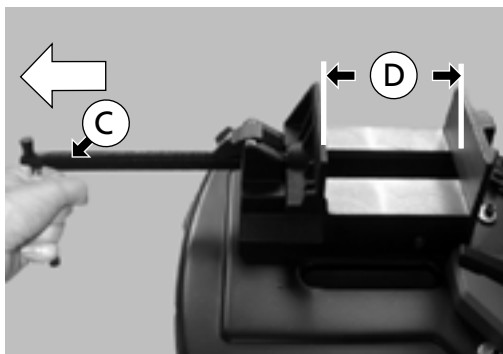

Fig. 16
2. Retire a manivela (C) - (Fig. 16) - na direcção da seta para inserir a peça a cortar na abertura (D) - (Fig. 16).